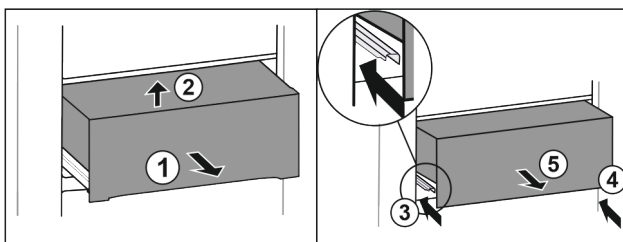

Fig. 32
- ▶ Tirer le tiroir jusqu'à mi-chemin. Fig. 32 (1)
- ▶ Soulever la partie avant du tiroir. Fig. 32 (2)
- ▶ Rentrer le rail de gauche. Fig. 32 (3)
- ▶ Rentrer le rail de droite. Fig. 32 (4)
- ▶ Retirer le tiroir par l'avant. Fig. 32 (5)